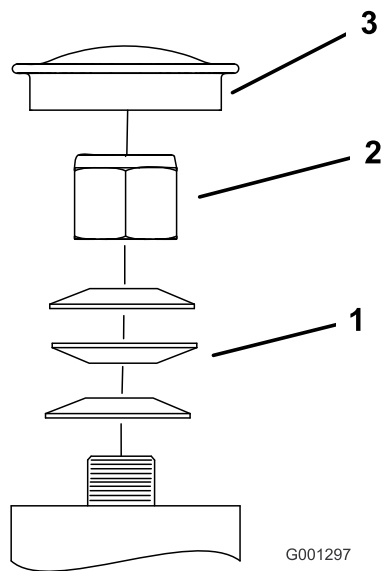

Figura 59
3. Retire el tapón anti-polvo de la rueda giratoria y apriete la contratuerca (Figura 59).
4. Apriete la contratuerca hasta que las arandelas de muelle estén planas, luego afloje 1/4 de vuelta para establecer la pre-carga correcta de los cojinetes (Figura 59).
Importante: Asegúrese de que las arandelas de muelle están correctamente instaladas, según muestra Figura 59.
5. Coloque el tapón anti-polvo (Figura 59).